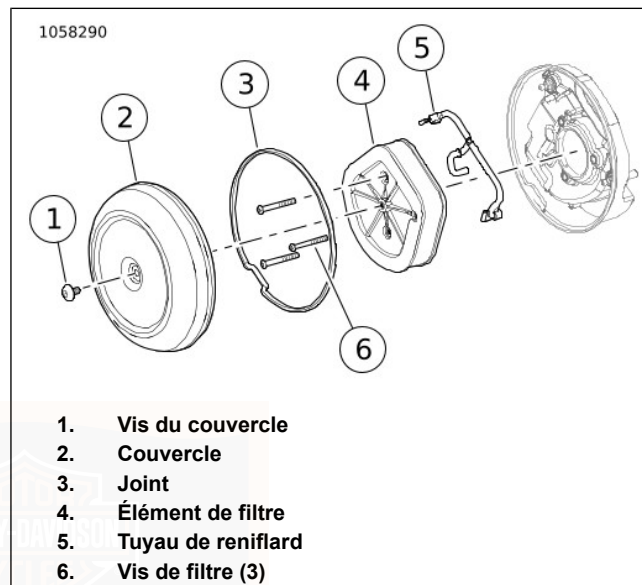
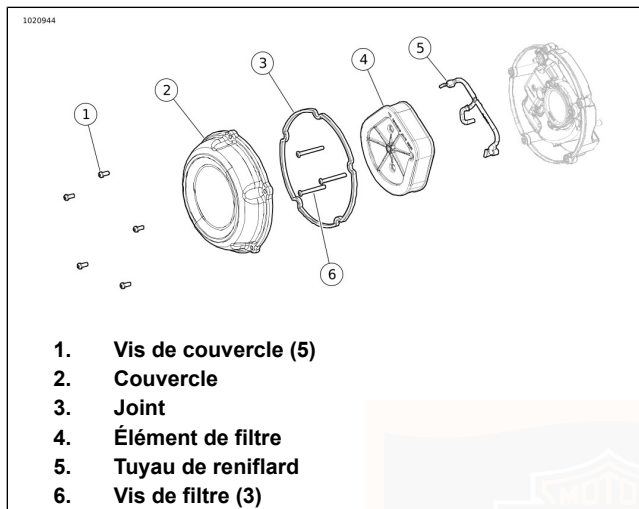

Figure 61. Filtre à air : Une vis
Figure 62. Filtre à air : Cinq vis
1. Voir Figure 61 ou Figure 62. Retirer le couvercle de filtre à air.
- a. Déposer les vis (1).
- b. Déposer le couvercle (2).
- a. Déposer les vis (6).
- b. Déposer l'élément de filtre (4) tout en tirant le tuyau de reniflard (5) de l'élément.
3. Dégager le tuyau de reniflard (5) des boulons de reniflard.
1. Voir Figure 61 ou Figure 62. Poser l'élément de filtre.
- a. Installer le tuyau de reniflard (5) sur les boulons de reniflard.
- b. Poser l'élément de filtre (4) tout en poussant le tuyau de reniflard dans l'élément.
- c. Poser les vis (6). Serrer à un couple de 5,4–8,1 N·m (48–72 in-lbs).
2. Vérifier que le joint en caoutchouc (3) est bien en place et qu'il n'est pas endommagé. Remplacer si nécessaire.
- a. Appliquer LOCTITE 243 MEDIUM STRENGTH THREADLOCKER AND SEALANT (FREIN FILET ET PRODUIT D'ÉTANCHÉITÉ D'INTENSITÉ MOYENNE LOCTITE 243) (BLEU) (99642-97) sur les filets de vis (1).
- b. Poser le couvercle (2).
4. Poser la vis (1).
- b. **Couvercle à cinq vis :** Poser les vis (1). Serrer selon une séquence de serrage en étoile à un couple de 5,4–8,1 N·m (48–72 in-lbs).